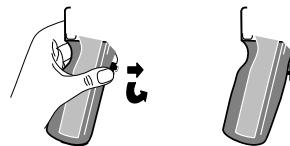

Figure 11- Dégager la Serrure De Détente
11. Dégager la Serrure de Détente en appuyant et tournant les ailes de la serrure vers la détente et tourner afin que la serrure se positionne verticalement (Voir Figure 11).